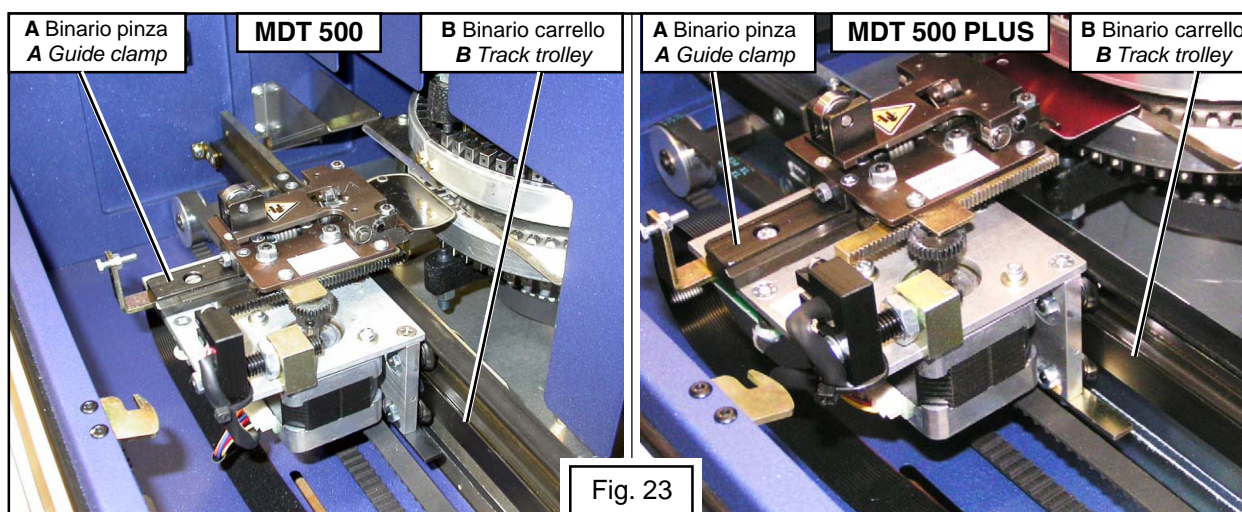

Fig. 23
- Oliare il binario del Carrello pinza sopra e sotto (**A**), vedi fig.23, muovere poi il carrello a mano per distribuire uniformemente l'olio e controllare il buon scorrimento del suddetto.
- *Oil the clamp's trolley track top and bottom (**A**) ref fig.23, moving the trolley by hand back and forth to assure an even distribution of the oil and to control the fluidity of the movement.*